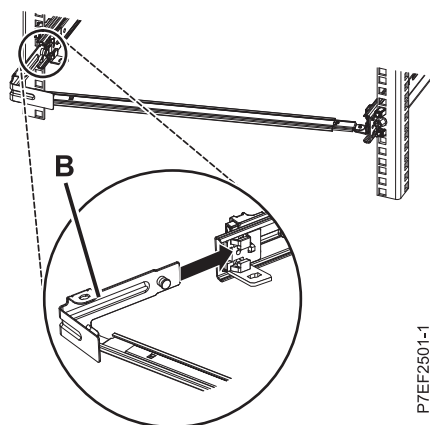

図 12. ピンを延長してブラケットをスライド・レールに取り付ける
4. ケーブル・マネジメント停止ブラケット (B) を右側スライドの内側のスロットに取り付けます。停止ブラケット (B) をスライド・レールに滑り込ませ、バネ式のピンが所定の位置に収まるまでスライドさせます。詳しくは、10 ページの図 12を参照してください。